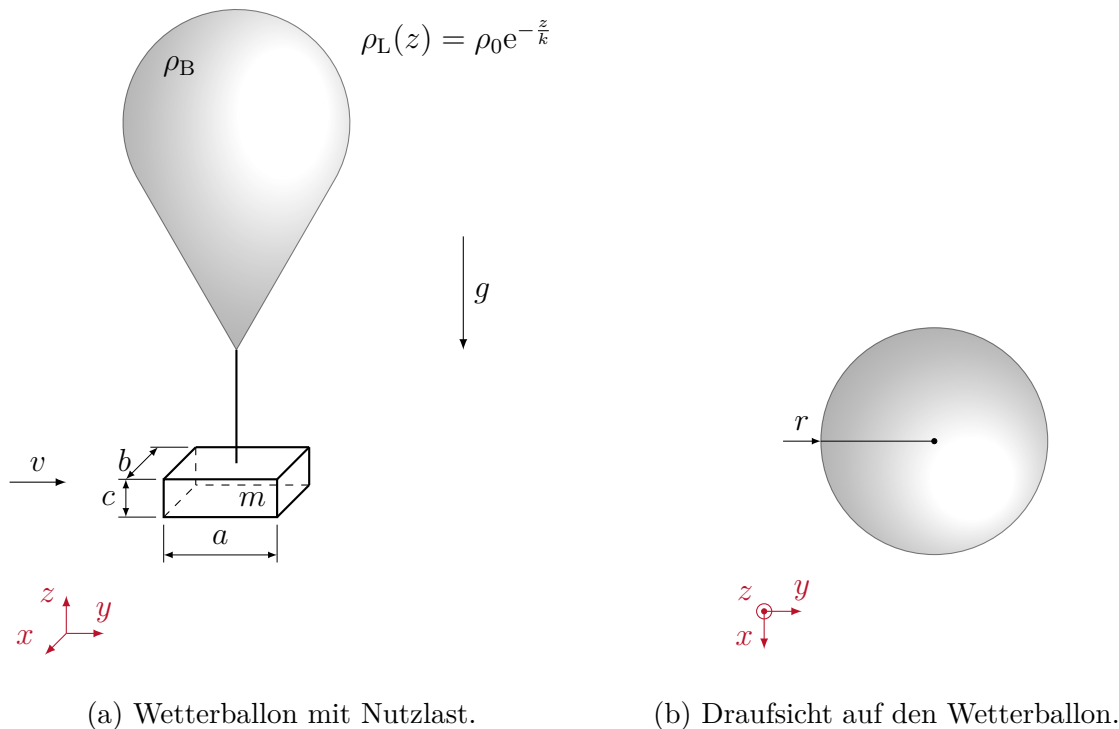

Abbildung 3: Wetterballon mit Nutzlast.
2. Der in Abbildung 3 dargestellte Wetterballon und die Nutzlast befinden sich auf einer Höhe z bei einer Luftdichte $\rho_L(z) = \rho_0 e^{-\frac{z}{k}}$. Der Ballon hat das konstante Volumen V und ist mit einem Gas der Dichte ρ_B gefüllt. Die Nutzlast hat eine Masse m mit den in Abbildung 3a gegebenen Abmessungen. Auf den Ballon und die Nutzlast wirkt ein Seitenwind v in positive y -Richtung und die Gravitation in negative z -Richtung. Zusätzlich wirkt auf den Ballon eine Auftriebskraft $f_a = \rho_L(z)Vg$. Der Ballon und die Nutzlast haben einen Widerstandsbeiwert c_W der in allen Richtungen gleich ist. Die seitliche Querschnittsfläche des Wetterballons ist A . *Hinweis: Die Unterpunkte d) und e) können unabhängig von den vorherigen Aufgaben gelöst werden.* 10.5 P. |